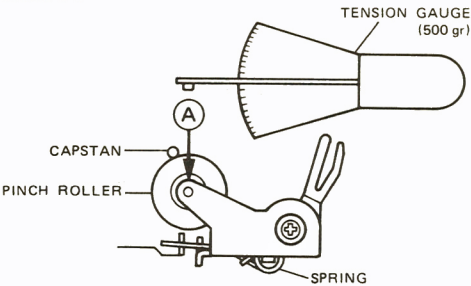

Figure 8-1
- 2) Push the pinch roller, at the point (A) shown in Figure 8-1, by using a tension gauge (500 gr.) so that it will come off the capstan. Then, slowly release the tension until the pinch roller hits the capstan again (i.e., the pinch roller is about to rotate again). Check, then, the tension gauge is reading 270 gr. to 330 gr.
- 2) Die Andruckrolle an der in Abb. 8-1 gezeigten Stelle (A) mit einer Federwaage (500 g) so drücken, daß sie sich von der Tonwelle löst. Dann die Spannung langsam verringern, bis die Andruckrolle wieder die Tonwelle berührt (d.h. bis sich die Andruckrolle wieder zu drehen beginnt). Dann nachprüfen, ob die Federwaage 270 bis 330 g anzeigt.
- 2) Pousser le galet pinceur au point (A) montré sur la Fig. 8-1 à l'aide d'une jauge de tension (500 g) de telle sorte qu'il se sépare du cabestan. Puis libérer lentement la tension jusqu'à ce que le galet pinceur touche de nouveau le cabestan (c'est-à-dire que le galet pinceur recommence à tourner). Puis vérifier si la lecture de la jauge de tension est entre 270 g et 330 g.